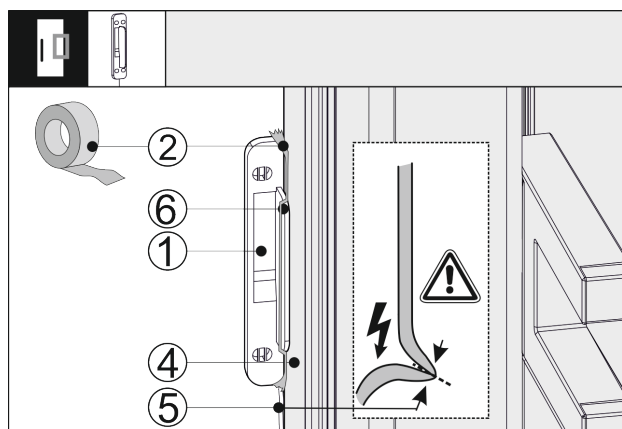

Fig. 43
- Nasadte senzor klepání Fig. 43 (1) z boku na dveře spotřebiče Fig. 43 (4) tak, aby doraz Fig. 43 (6) přiléhal ke dveřím spotřebiče Fig. 43 (4). Kabel senzoru Fig. 43 (5) je lehce napnutý a také přiléhá ke dveřím spotřebiče Fig. 43 (4).
- Upevněte senzor klepání Fig. 43 (1) lepicí páskou Fig. 43 (2). Senzor klepání se později přišroubuje k čelu nábytku.